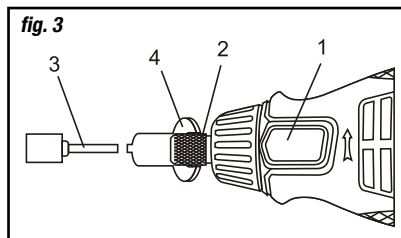

fig. 3
- Enfoncez le bouton de blocage de l'arbre (1) et tournez la bague de serrage (2) jusqu'à ce que l'arbre soit bloqué (fig. 3).
- Enfoncez la tige de l'accessoire (3) dans la pince du mandrin.